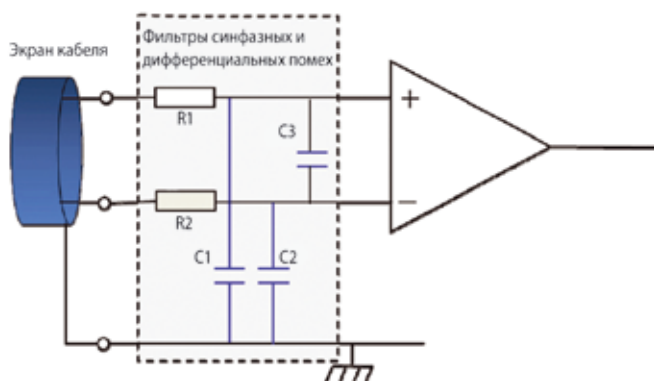

Рис. 6. Фильтрация синфазных и дифференциальных помех
чрезмерной и приведет к насыщению усилителя, а, следовательно, к потере сигнала. В этом случае приходится использовать пассивные RC-цепочки (см. рис. 6). Полоса пропускания синфазного BW_{CM} и дифференциального BW_{DM} сигналов приведена в выражениях (9) и (10).